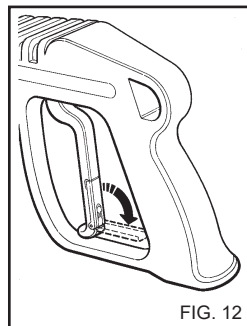

FIG. 12
- Når højtryksrensens ikke anvendes, skal håndtagets sikkerhedsanordning (fig. 12) lukkes.